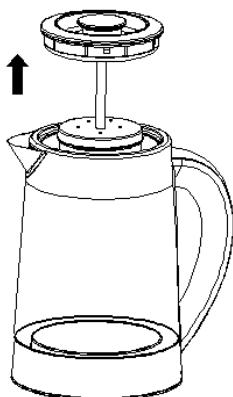
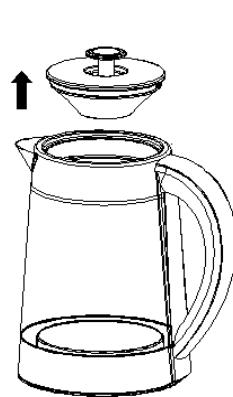

Fig. 6
Fig. 7
1. Om water te koken, drukt u op de deksel openingsknop die is weergegeven in Fig. 6; de deksel zal open gaan zodra de knop wordt ingedrukt, waarna je deze kan verwijderen. Om thee te koken kan je de deksel direct verwijderen zoals is weergegeven in Fig. 7. Dit zodat de thee geplaatst kan worden in de daarvoor bestemde plaats plek. Vervolgens water toevoegen tussen de MIN en MAX niveaus die in de ketel staan aangegeven.